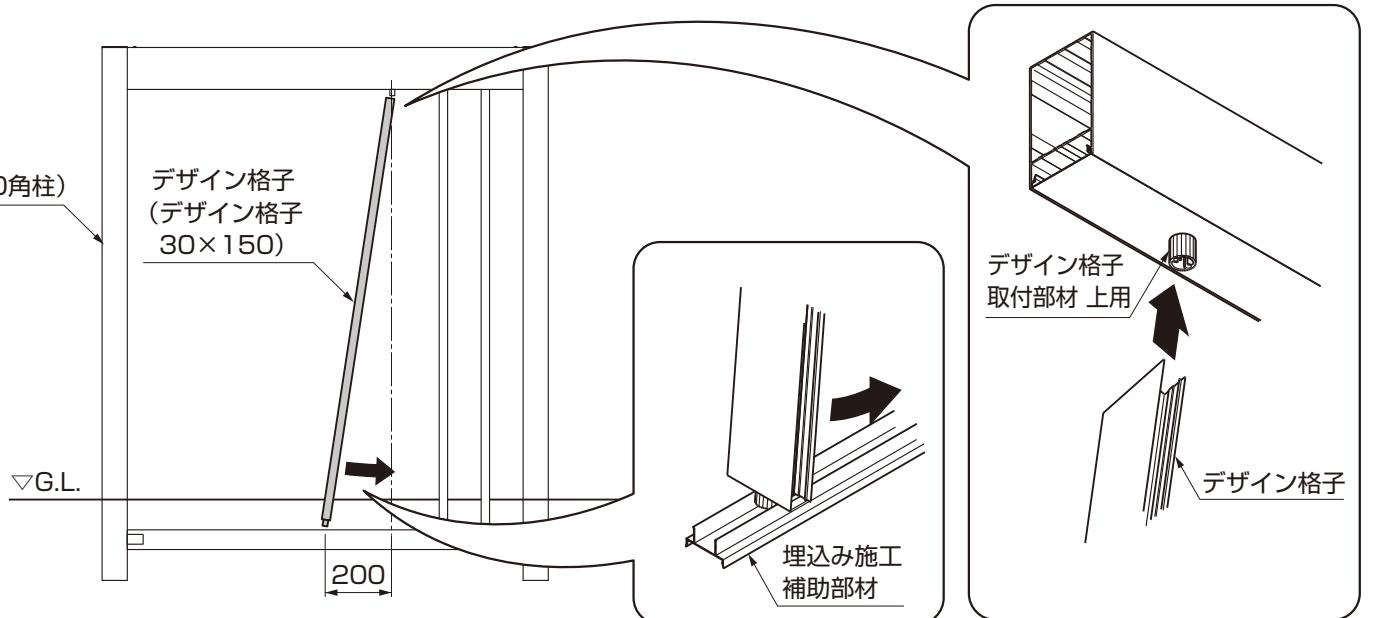

図9-9
- ② デザイン格子取付け部材 上用の取付け後、図9-9を参考にデザイン格子をデザイン格子取付け部材 上用、埋込み施工補助部材 に入るよう斜めにして取付けてください。この際に作業幅が200mm程度必要となります。